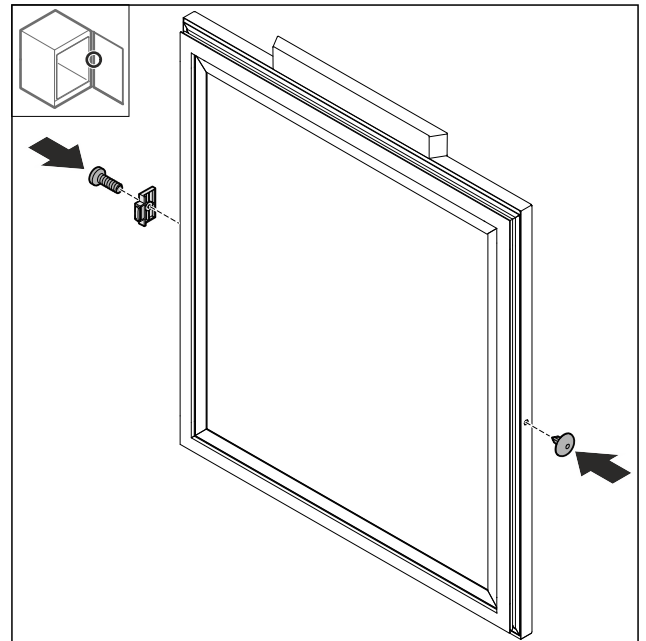

Fig. 70
- ▶ Τοποθετήστε το στοπ πόρτας Fig. 70 (1) υπό γωνία 180° στην απέναντι πλευρά.
- ▶ Τοποθετήστε το κάλυμμα Fig. 70 (2) στην απέναντι πλευρά.